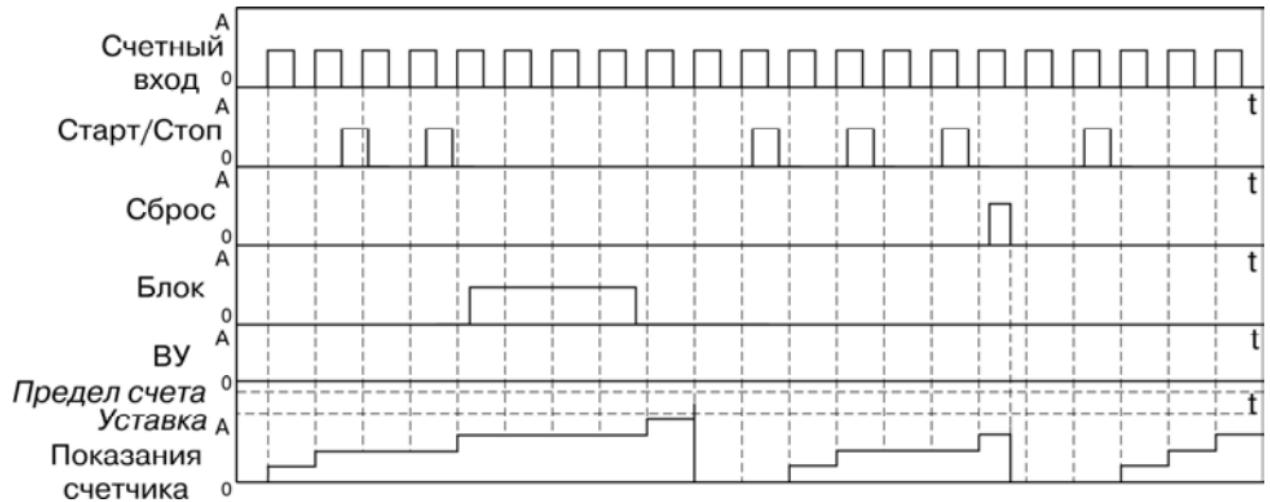

Рисунок 3.8
- тип работы по сигналу «Сброс» – «Сбросить счетчик и ждать сигнала «Старт» ($rSt=StoP$) (рисунок 3.8).